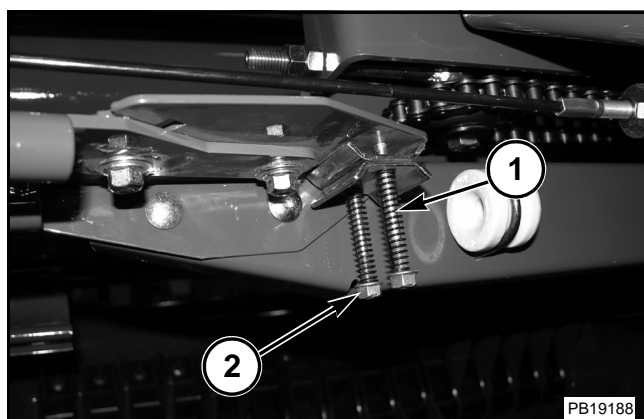

FIG. 10
FIG. 10: Los resortes del tensor (1) del brazo de la cuerda determinan la fuerza de tracción en la cuerda. Realice lo siguiente para comprobar el ajuste del resorte del tensor en los brazos de la cuerda: